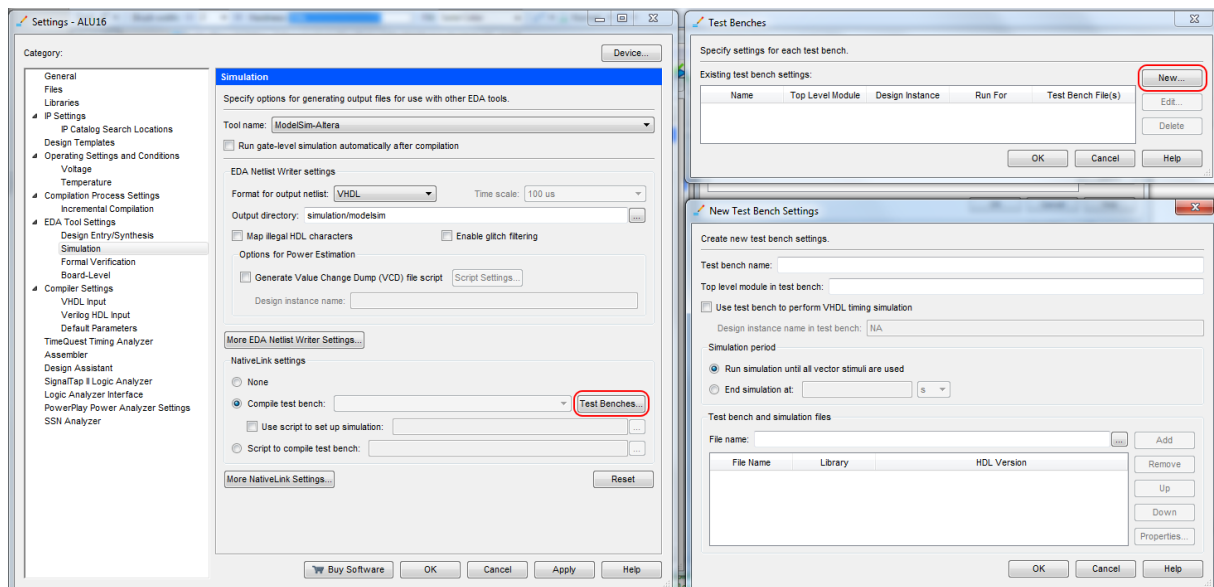
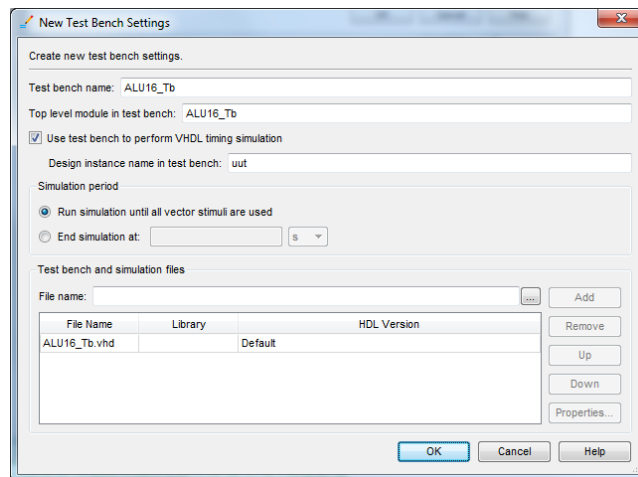

Figura 12 – Passos de configuração da *testbench* a usar na simulação temporal da ALU de 16 bits.
Figura 13 – Aspeto da janela “New Test Bench Settings” após configuração das opções corretas.
- Especifique as opções de simulação através do menu “Assignments → Settings...” (que deverá abrir a janela da esquerda da Figura 12).
- Nas opções “NativeLink Settings” ative “Compile test bench:” e clique no botão “Test Benches...” (Figura 12).
- Na janela seguinte clique no botão “New...” (Figura 12) e preencha todos os campos conforme ilustrado na Figura 13 (não se esquecendo de adicionar o ficheiro “ALU16_Tb.vhd” à lista de “Test bench and simulation files”).
Após configuração, as três janelas da Figura 12 devem apresentar o aspeto das Figuras 13 a 15.